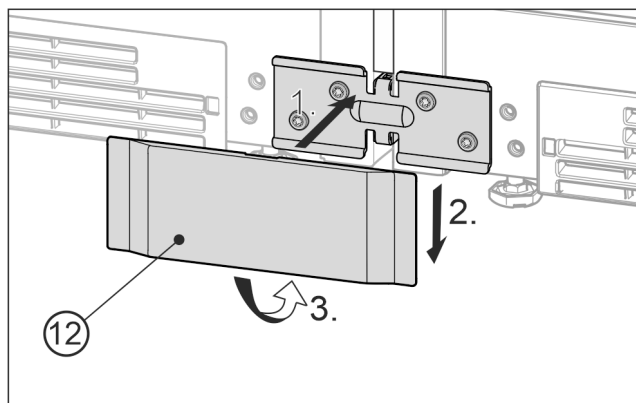

Fig. 25 Zobrazení příkladu
- ▶ Dolní kryt Fig. 25 (12) nasadte zředu na úhelník Fig. 25 (1), zasuňte dolů Fig. 25 (2) a dole zatlačte do západek Fig. 25 (3).